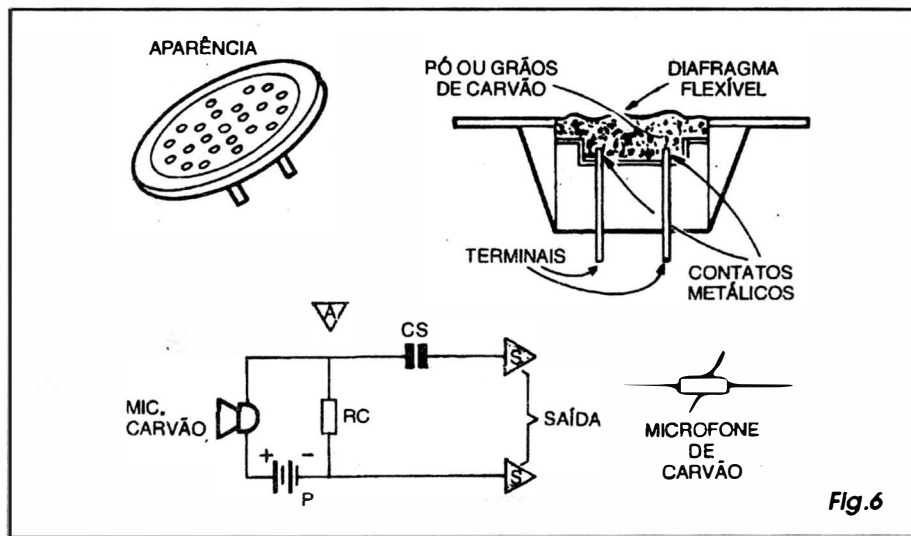

Fig.6
- FIG. 6 - OS MICROFONES DE CARVÃO - Embora seja um tipo de transdutor já meio ultrapassado, arqueológico mesmo, ainda é usado em aplicações